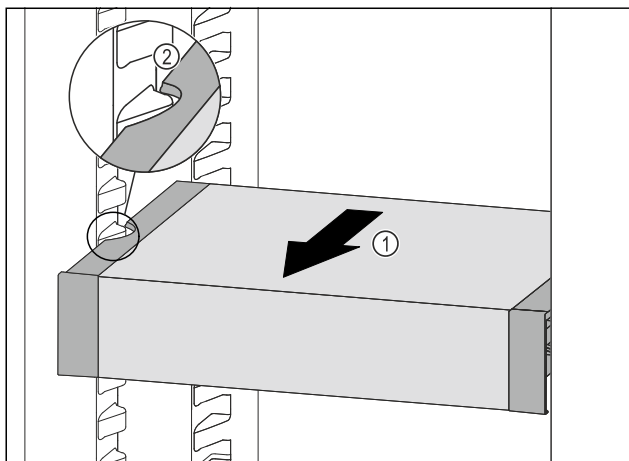

Fig. 111
- ▶ VarioSafe ťahajte dopredu Fig. 111 (1), kým sa bočné vybrania VarioSafe nebudú nachádzať vo výške rebra nádoby v chladničke. Fig. 111 (2)